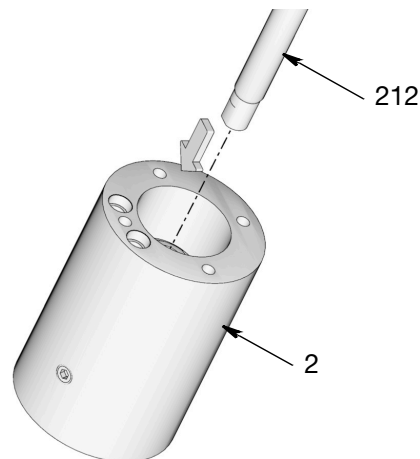

Рис. 37
4. Нанесите тонкий слой консистентной смазки на поверхность выталкивающего штока (212). Вдвиньте шток в переходник насоса (2) только в направлении, показанном на Рис. 37.